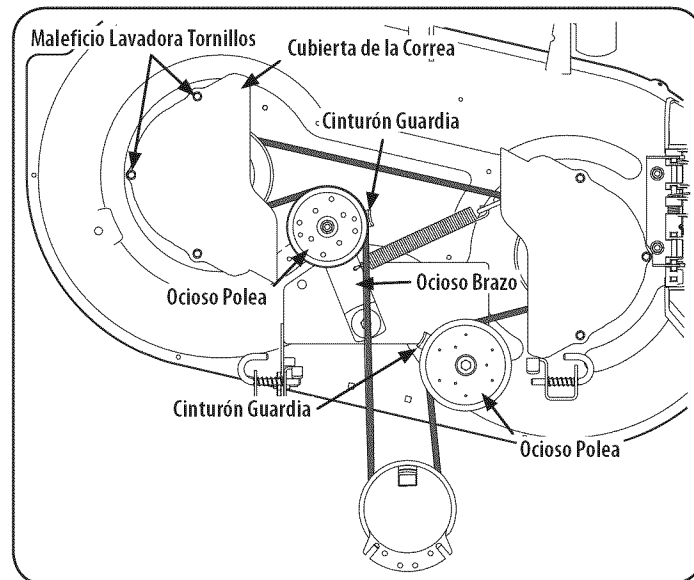

Figura 33
- b. Desde la parte media del tractor, haga girar el soporte de polea loca y la polea móvil hacia atrás, la polea de distancia de la parte trasera de la cinta "V" lo suficiente como para levantar la cinta hacia arriba y sobre la polea loca. Ver Figura 33.
2. Quite los tornillos de la arandela hexagonales cubiertas de la correa de la cubierta. Ver Figura 33.
5. Instalar la nueva correa alrededor de las poleas del eje como se muestra y vuelva a instalar la cinta cubre. Ver Figura 33.